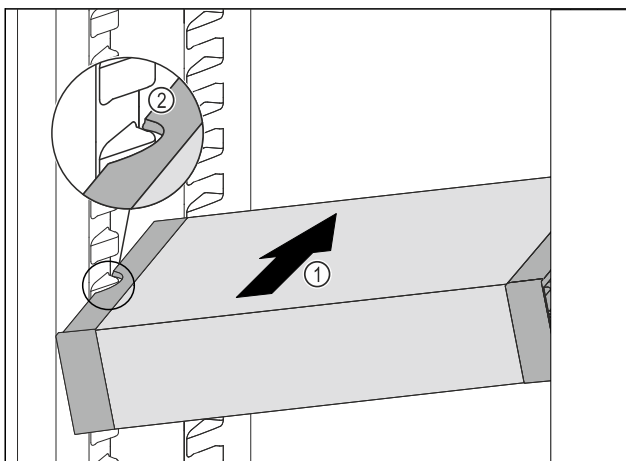

Fig. 239
- Inserire VarioSafe ad angolo nel vano frigorifero Fig. 239 (1), fino a quando le cavità laterali Fig. 239 (2) di VarioSafe non si trovano al livello della nervatura del contenitore nel vano frigorifero.